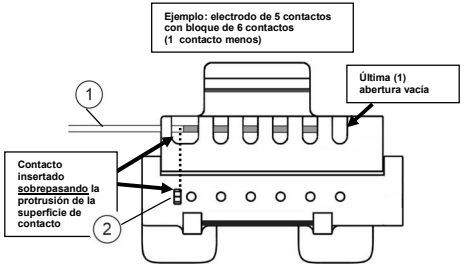
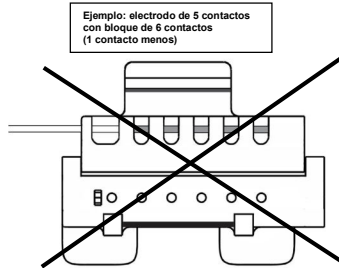

Figura 3. Colocación correcta del extremo del electrodo con menos contactos
Figura 4. Colocación incorrecta del electrodo con menos contactos.
- 3.2. Para electrodos con menos contactos, inserte el electrodo hasta que el último contacto que se inserte se alinee con el lado más alejado de la primera abertura y sobrepase la prominencia de la superficie de contacto. Véase la figura 3.
- 3.3. No inserte por completo el electrodo con menos contactos (como se muestra en la figura 4). Las ventanas del lado más alejado (alejadas del lugar donde se inserta el electrodo) deben dejarse vacías para los electrodos con menos contactos, como se muestra en la figura 3.